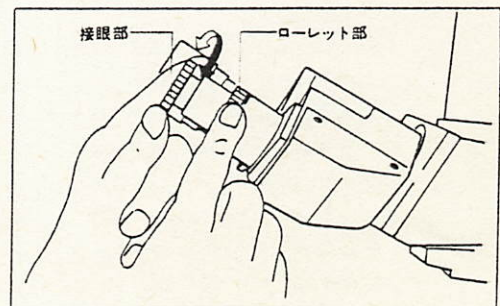

図11
- 4) 心出し望遠鏡のローレット部を押さえ、接眼部を回し、対物レンズの位相板リングにビントを合わせます。(図11)